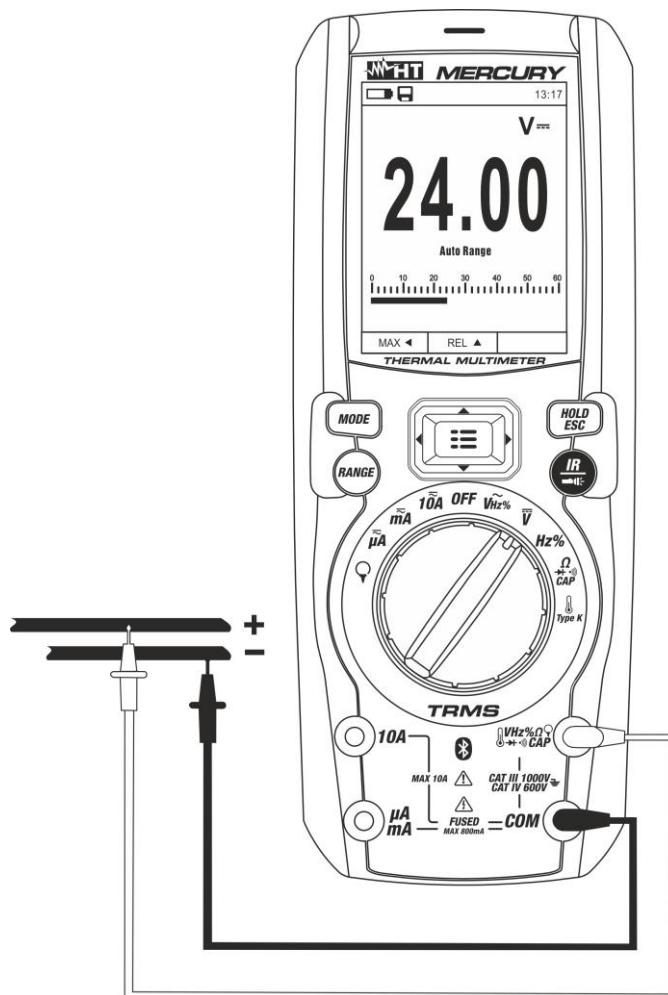

Fig. 21: Uso do instrumento para a Medição de Tensões CC, CA+CC
3. Colocar a ponteira vermelha e a ponteira preta respetivamente nos pontos com potencial positivo e negativo do circuito em exame (ver Fig. 21). O valor da tensão é apresentado no display
5. A visualização do símbolo "-" no display do instrumento indica que a tensão tem um sentido oposto em relação à conexão da Fig. 21.